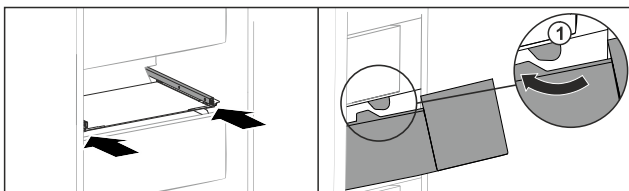

Fig. 95
- ▶ Обвести висувний ящик навколо стопора Fig. 95 (1).